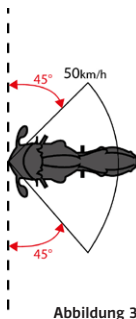

Abbildung 3
Es wird erwartet, dass sich das Tech-Air® Off-Road System innerhalb von 200 Millisekunden nach Beginn des Aufpralls aufbläst und schützt, wenn ein Motorrad unter diesen Bedingungen auf ein Fahrzeug oder ein Hindernis prallt (Abbildung 3):
Aufschlagswinkel (Abb. 3)	Von 45° bis 135°
WICHTIG! Abbildung 3 skizziert den Schutzbereich, in dem sich das Tech-Air® Off-Road System innerhalb von 200 Millisekunden nach Beginn des Aufpralls aufblasen und schützen soll. Bei Geschwindigkeiten über 50 km/h (31 mph) oder außerhalb des angegebenen Winkels wird erwartet, dass sich das System ebenfalls entfaltet, jedoch kann es sein, dass sich das System außerhalb des Schutzbereichs nicht vollständig entfaltet, bevor es zum Kontakt zwischen dem Hindernis und dem Benutzer kommt.
- Es wird erwartet, dass sich das Tech-Air® Off-Road System innerhalb von 200 Millisekunden nach Beginn des Aufpralls aufbläst und schützt, wenn ein Motorrad gegen ein Fahrzeug oder ein Hindernis prallt (Abbildung 3) und der Benutzer in sitzender Position fährt;
- Es wird erwartet, dass sich das Tech-Air® Off-Road System innerhalb von 300 Millisekunden nach Beginn des Aufpralls aufbläst und schützt, wenn ein Motorrad gegen ein Fahrzeug oder ein Hindernis prallt (Abbildung 3) und der Benutzer in stehender Position fährt;